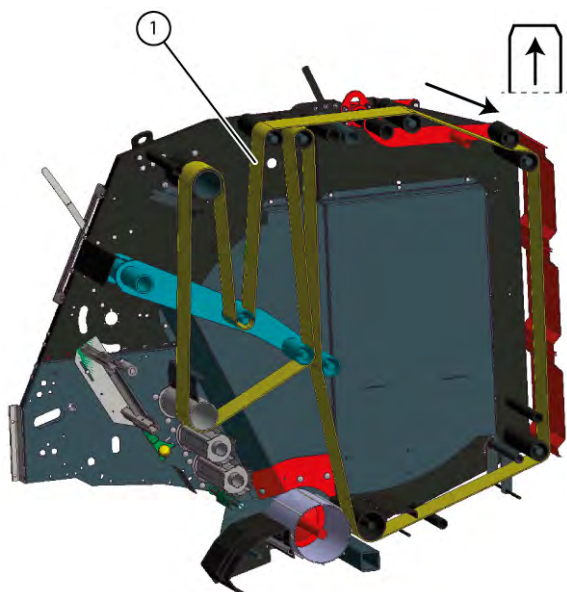

Fig. 116 Remplacer les courroies de cage cassées
- 6 Tirez la ficelle dans la cage selon le sens de rotation, comme à la Fig. 116.